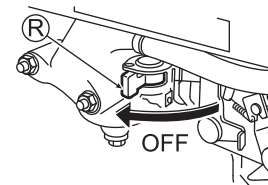

Fig. 15
3 Placez le Robinet de carburant (R) sur "OFF" (ARRÊT). (Voir Fig. 15)